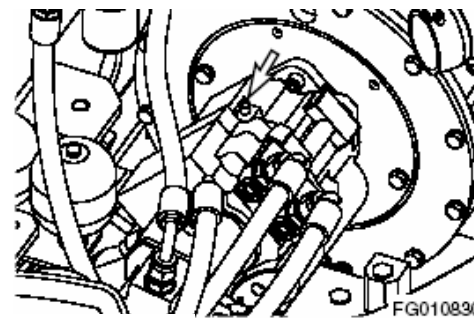

Figura 143
1. Con el motor parado, retire el tapón de ventilación (Figura 143) para ver si hay aceite.
2. Si no hay aceite, rellene la bomba con aceite a través del orificio (Figura 143).
3. Coloque primero el tapón de ventilación (Figura 143).
5. Afloje lentamente el tapón de ventilación (Figura 143) girándolo varias vueltas hasta que salga aceite hidráulico. Ello indica que se ha liberado el aire.
6. Apriete el tapón (Figura 143).